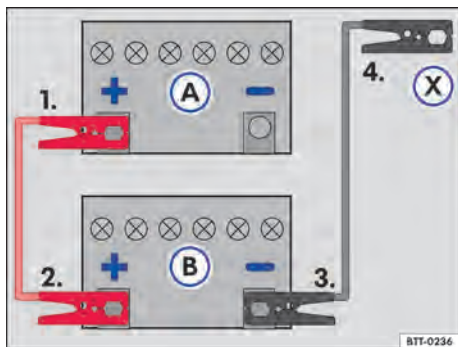

Fig. 200 Esquema para a conexão dos cabos auxiliares de partida: bateria do veículo descarregada (A) e bateria do veículo fornecedora de corrente (B).
Legenda para → Fig. 200:
- Conectar uma extremidade do cabo auxiliar de partida **vermelho** ao polo positivo → Fig. 200 (+) do veículo com a bateria do veículo descarregada (A) → ⚠️.
- Conectar a outra extremidade do cabo auxiliar de partida *vermelho* ao polo positivo (+) da bateria do veículo fornecedora de corrente (B).
- Conectar uma extremidade do cabo auxiliar de partida *preto* ao polo negativo (-) da bateria do veículo fornecedora de corrente (B).
- Conectar a outra extremidade do cabo auxiliar de partida *preto* (X) no veículo com a bateria do veículo descarregada em uma peça maciça de metal aparafusada firmemente ao bloco do motor ou no próprio bloco do motor – porém não nas proximidades da bateria (A) → ⚠.